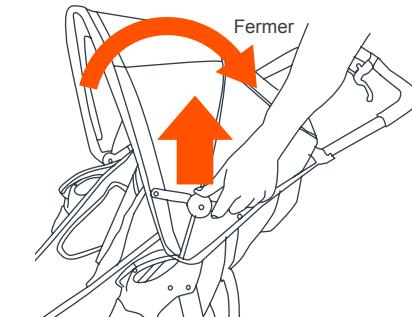

Fig. 9
- 9)** • Pour replier l'avant : tirer le bord avant vers l'arrière (Fig. 9).